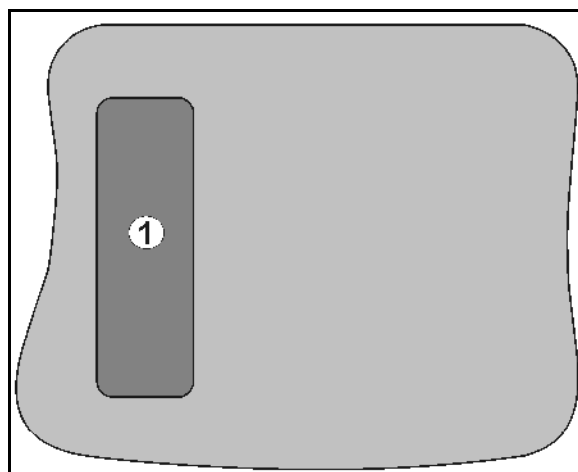

Bild 9
- På enhetens baksida finns en shift-knapp  (Bild 9/1).